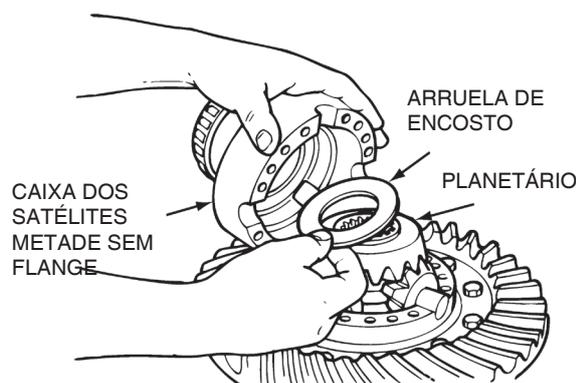
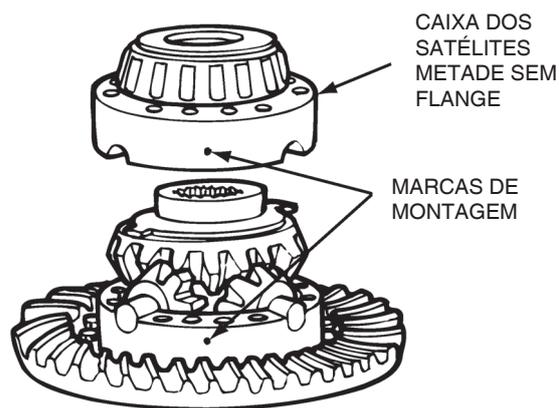

Figura 5.24
Figura 5.25
13. Instale o segundo planetário e sua arruela de encosto sobre a cruzeta e os satélites. Figura 5.24.
14. Coloque a caixa dos satélites metade sem flange sobre a metade com flange e as engrenagens. Gire conforme necessário a caixa dos satélites metade sem flange para alinhar as marcas de montagem. Figura 5.24 e Figura 5.25.